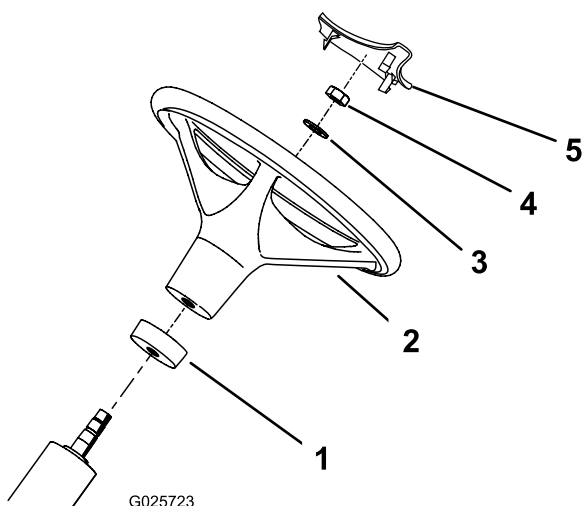

Figura 2
2. Deslice el collar de gomaespuma (empezando por el extremo más pequeño) sobre la columna de dirección (Figura 2).
3. Coloque el volante sobre la columna de dirección (Figura 2).
4. Sujete el volante a la columna de dirección con una arandela y una contratuerca (Figura 2).
6. Presione la cubierta del volante para colocarla en el volante (Figura 2).